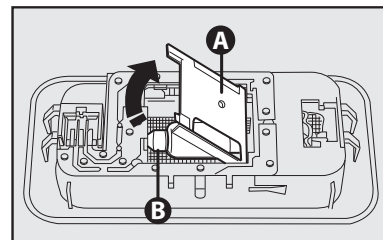

fig. 32
- Abrir a tampa **A-fig. 32** no sentido indicado pela seta;
- Retirar a lâmpada **B-fig. 32** e substituí-la;